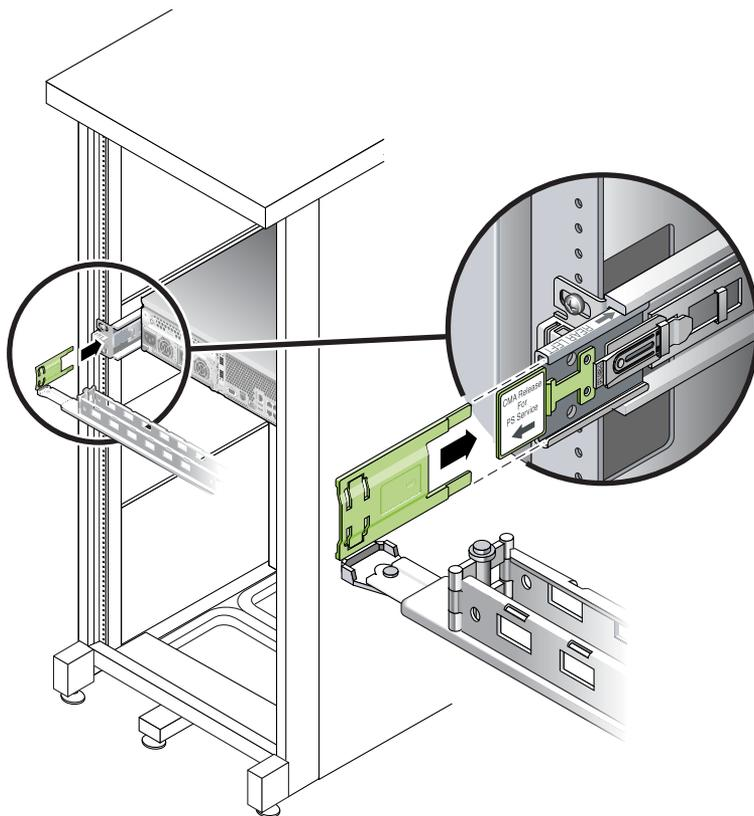

図 2-21 スライドレールの左側の取り付け
4. CMA の左側にあるヒンジ付きのプラスチック製のコネクタを、CMA レール拡張部品に完全に差し込みます (図 2-21)。